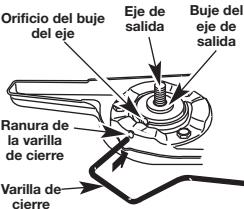

Fig. 8
- Alinee el orificio del buje del eje con la ranura de la varilla de cierre e inserte la varilla de cierre en el orificio del buje del eje (Fig. 8).
- Alinee el orificio del buje del eje con la ranura de la varilla de cierre e inserte la varilla de cierre en el orificio del buje (Fig. 8).
- Alinee el orificio del buje del eje con la ranura de la varilla de cierre e inserte la varilla de cierre en el orificio del buje del eje (Fig. 8). Coloque el retén de la cuchilla en el eje de salida con la superficie plana contra el buje del eje de salida según se ilustra en la Fig. 15. Enrosque el accesorio de corte en sentido antihorario en el eje de salida. Ajuste bien.
- Coloque el pico del recipiente de gasolina en el orificio de llenado del tanque de gasolina (Fig. 8) y llene el tanque.